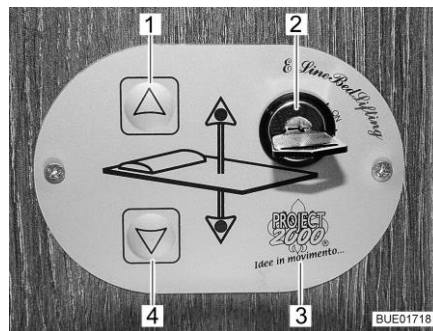

Fig. 137 Commande
Les touches (Fig. 137,1 et 4) sur l'unité de commande (Fig. 137,3) permettent d'abaisser ou de relever le lit escamotable. L'interrupteur à clé (Fig. 137,2) permet de protéger l'unité de commande contre toute utilisation non autorisée.
- Tourner la clé de 90° dans le sens des aiguilles d'une montre dans l'interrupteur à clé (Fig. 137,2) sur la position "On". L'unité de commande (Fig. 137,3) est activée.
- Appuyer sur la touche fléchée (Fig. 137,4) et la maintenir pressée jusqu'à ce que le lit escamotable ait atteint la position désirée vers le bas.
- Appuyer sur la touche fléchée (Fig. 137,1) et la maintenir pressée jusqu'à ce que le lit escamotable ait atteint sa position finale supérieure.
S'il n'est plus possible de déplacer le lit escamotable avec les touches fléchées (Fig. 137,1 et 4), contrôler d'abord les fusibles (voir paragraphe 9.11.1). Si les fusibles ne sont pas défectueux mais qu'il n'est toujours pas possible de déplacer le lit escamotable, ce dernier peut l'être manuellement.